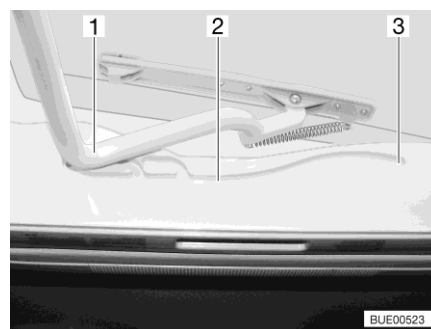

Fig. 29 Guía (claraboya inclinable)
- Tirar el estribo (Fig. 29,1) en las guías (Fig. 29,2) hasta la posición trasera final (Fig. 29,3).
- Empujar el estribo (Fig. 29,1) ligeramente hacia arriba con ambas manos.
- Tirar el estribo en las guías (Fig. 29,2) hasta la posición deseada.